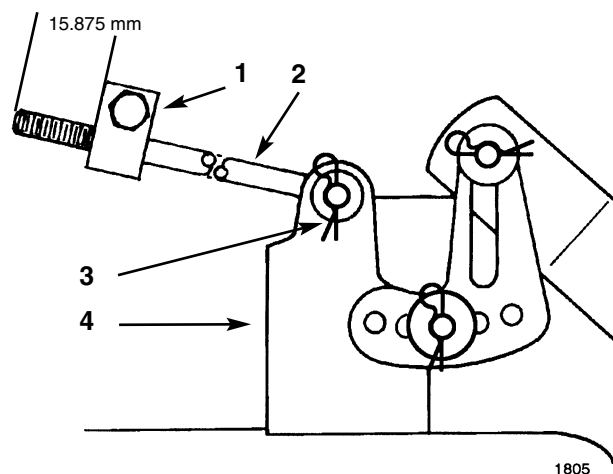

Fig. 50
- Parkér klipperen vannrett, koble knivkontrollen fra, sett parkeringsbremsen på og dreii tenningsnøkkelen til “OFF” (AV) for å slå motoren av.
- Mål lengden av armen som stikker frem foran justeringsklossen på siden av understellet (fig. 50). Hvis denne lengden ikke er 15,9 mm må du ta splinten og skiven av enden av armen (fig. 50) og dreie armen til målet blir 15,9 mm. Stikk så enden av armen inn i hullet i festet og fest armen ved hjelp av skiven og splinten. Gjenta dette på motstående side.